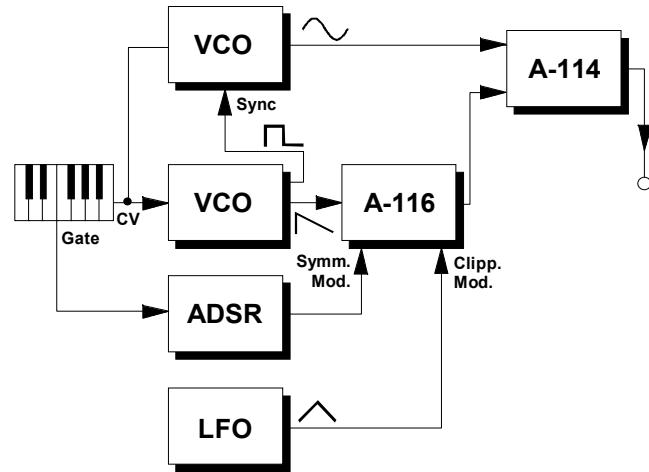

Abb. 4: A-116 in Kombination mit Ringmodulator und synchronisierten VCO's
- Verwenden Sie als Eingangssignal den Ausgang eines Ringmodulators oder den Ausgang eines synchronisierten VCO's. Interessant sind auch Kombinationen mit Ringmodulator(en) und/oder synchronisierten VCO's (s. Abb. 4).